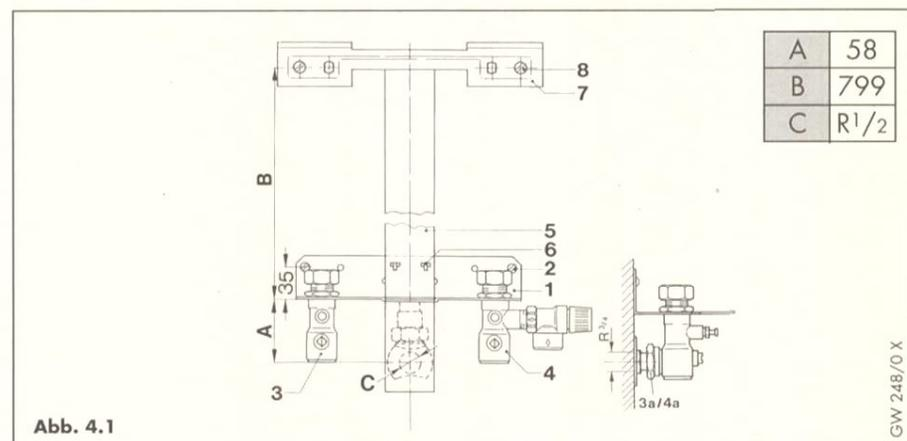

Abb. 4.1
#### Legende zu Abb. 4.1 und 4.2
Art.-Nr. 300 909 (Abb. 4.1)
- Abstandsschablone (5, Abb. 4.1 bzw. 4.2) mit den Ausstanzungen in die Haken (6) der Anschlußkonsole einhängen.
- Den an der Abstandsschablone befestigten Gerätehalter (7) senkrecht nach oben ausrichten und mit den Schrauben (8) an der Wand befestigen.